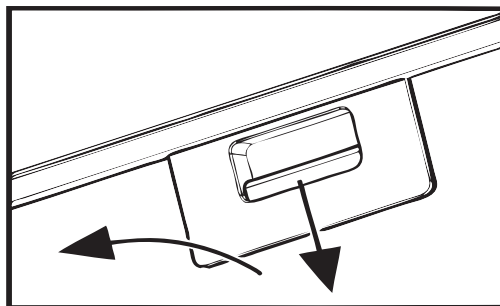

Fig.11
2. Scoateți filtrul metalic de grăsime (Fig.11, pagina 26);